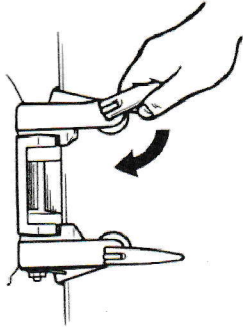

Рис. 4. Последовательность установки (2)
- 2) Руками затянуть зажимные винты, после использования мотора в течение 20-30 минут следует повторно произвести затяжку зажимных винтов (См. Рис. 4).